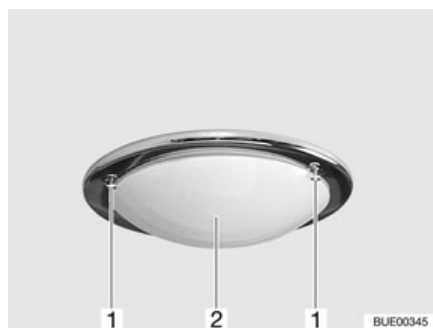

Fig. 271 Plafonnier
- Dévisser les vis (Fig. 271,1) et retirer avec précaution le couvercle en verre (Fig. 271,2).